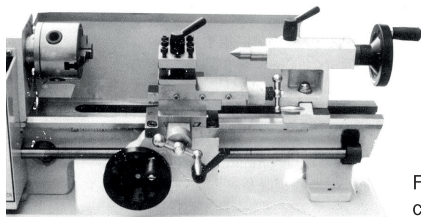

Fig.5 Ajuste de la silla de montar, deslizamiento cruzado y descanso compuesto.
6. Verifique la biela de reposo compuesto y la biela de alimentación cruzada y verifique si funcionan correctamente. Si están demasiado apretados o demasiado flojos, gire los tornillos de ajuste ubicados en ambos lados (Fig. 5).